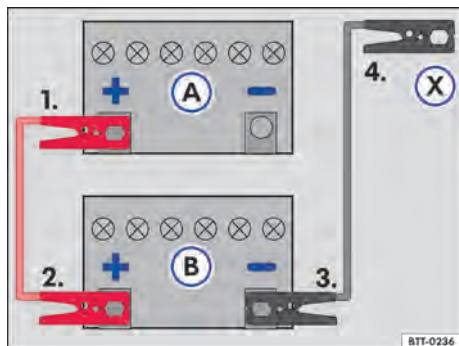

Fig. 197 Esquema para la conexión de los cables auxiliares de arranque: batería del vehículo descargada (A) y batería del vehículo que provee la corriente (B).
Legenda para → **fig. 197**:
Conectar el cable de arranque auxiliar solo en la secuencia **1 – 2 – 3 – 4** → **fig. 197**.
- Conectar una extremidad del cable auxiliar de arranque *rojo* al polo positivo (+) del vehículo con la batería del vehículo descargada → **fig. 197** (A) →
- Conectar el otro extremo del cable de arranque auxiliar *rojo* al polo positivo (+) del vehículo que suministra corriente (B).
- Conectar un extremo del cable de arranque auxiliar *negro* al polo negativo (-) de la batería del vehículo que suministra la corriente (B).
- Conectar el otro extremo del cable de arranque auxiliar *negro* (X) al vehículo con la batería descargada en un punto de ayuda al arranque (punto de puesta tierra) o una pieza maciza de metal atornillada firmemente al bloque del motor, sin embargo, no cerca de la batería (A) → .